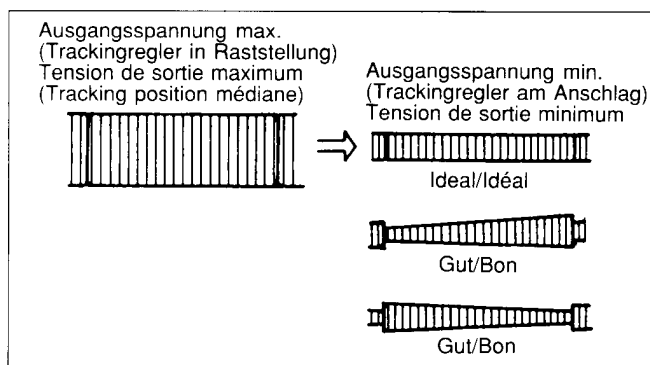

Fig. 51
- Den Regler Alignment/Ralenti (Tracking) ganz nach + und ganz nach - tasten. Die Hüllkurve sollte sich in beiden Fällen ähnlich verhalten, siehe Fig. 51.
- Manipuler le réglage de alignement/ralenti au maximum dans le sens de aiguilles d'une montre et en sens inverse. La courbe enveloppe doit se comporter de manière identique (voir Fig. 51).